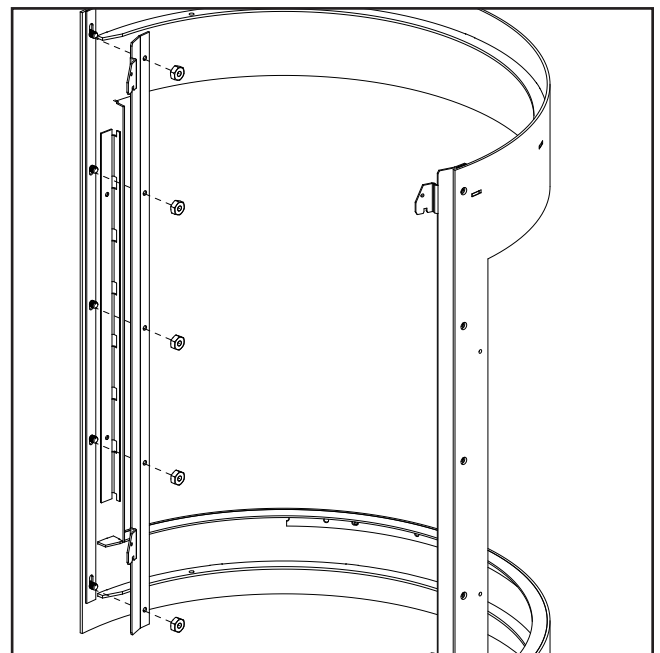

Figure 37: Retrait du crochet du cadre de porte
Les crochets du cadre de porte sont chacun attachés à cinq (5) goujons sur le cadre de la porte principale. Retirez les écrous retenant les crochets et retirez-les du cadre de la porte (voir la Figure 37).